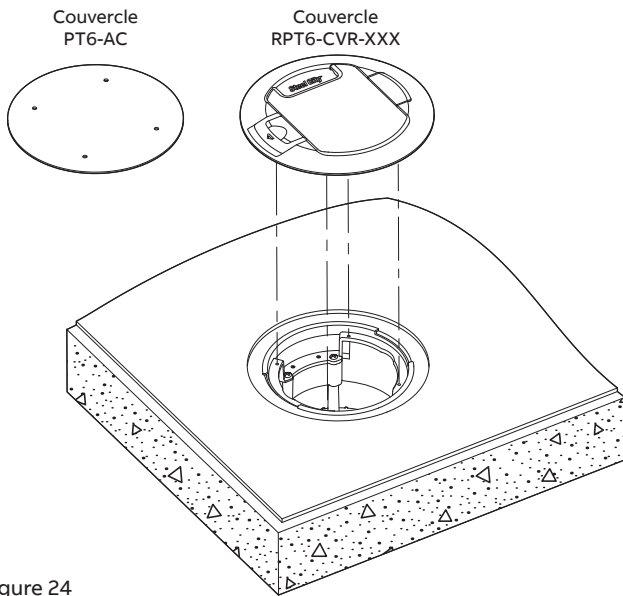

Figure 24
- 9.1 ABANDON/COUVERCLE TEMPORAIRE PT6-AC (vendu séparément). Installez ce couvercle pour protéger la boîte encastrable et les appareils pendant la construction et JUSQU'À CE QUE les débris de construction aient été nettoyés. Retirez et installez le couvercle RPT6 pour activer la boîte encastrable (figure 24).